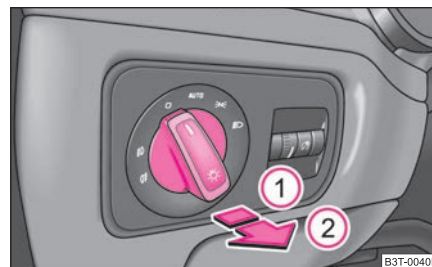

Fig. 42 Tablero de instrumentos: conmutadores de luz
- Gire el conmutador de luces ⇒ fig. 42 hasta la posición **AUTO**.
- Gire el conmutador de luces ⇒ página 55, fig. 42 hasta la posición **AUTO**.